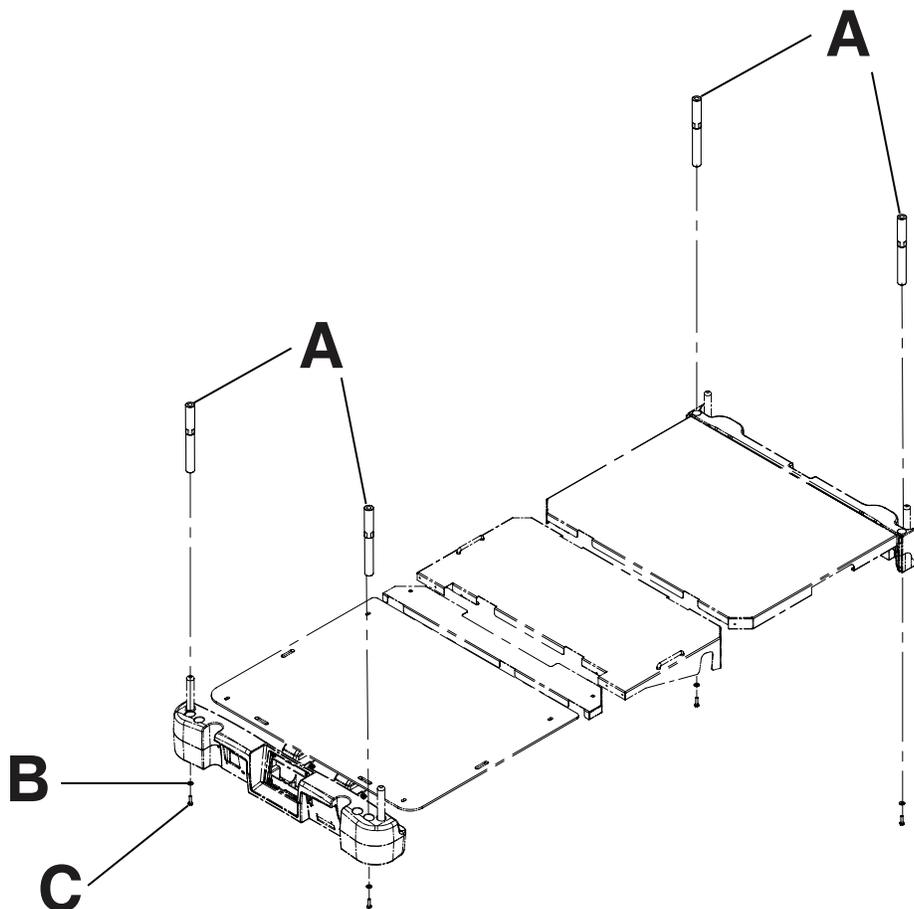

Figure 135 : Gaines de traction
1. Installer les gaines de traction dans les logements situés du côté tête et du côté pieds du produit (A) (Figure 135 à la page 125).
2. À l'aide d'une clé mixte de 7/16 po, installer une rondelle (B) et un boulon (C) pour fixer la gaine de traction dans le logement (Figure 135 à la page 125).